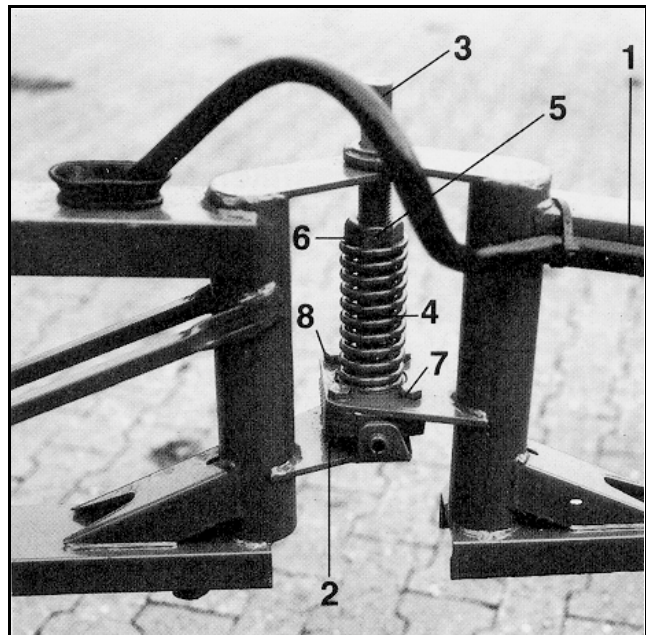

Fig. 8.17
- Desserrez les vis (Fig. 8.17/8) de l'éclisse de fixation (Fig. 8.17/7). La mise en ligne s'opère directement sur les pièces plastiques (Fig. 8.17/2) en utilisant les trous oblongs des éclisses de fixation.
- Serrez les vis (Fig. 8.17/8).